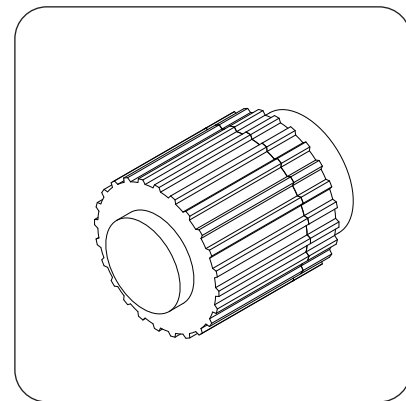
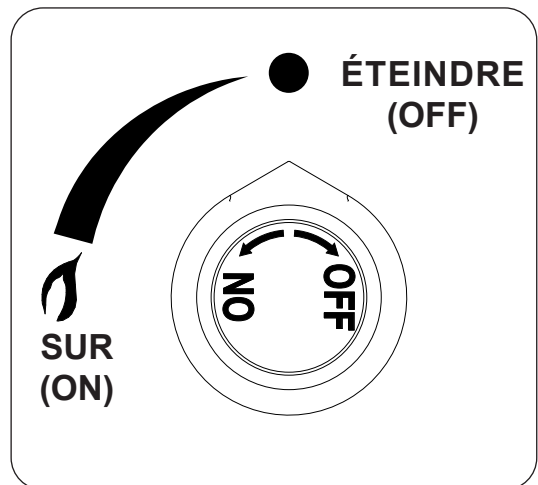

Fig. 32-1 Détail du bouton d'allumage
Fig. 32-2 Détail du bouton de commande
- 2. Localisez le panneau de commande sur le côté de l'appareil (consultez la LISTE DES PIÈCES D'IDENTIFICATION si nécessaire), et identifiez le bouton d'allumage (Fig. 32-1) et le bouton de commande du gaz (Fig. 32-2). Assurez-vous que le bouton de commande du gaz est en position OFF (éteindre) avant de commencer la séquence d'allumage.
Pour éteindre votre brûleur à gaz, tournez le bouton de commande du gaz dans le sens des aiguilles d'une montre jusqu'à la position **OFF (éteindre)** (voir Fig. 32-2). Assurez-vous que le bouton de commande est complètement éteint pour éviter toute fuite de gaz.